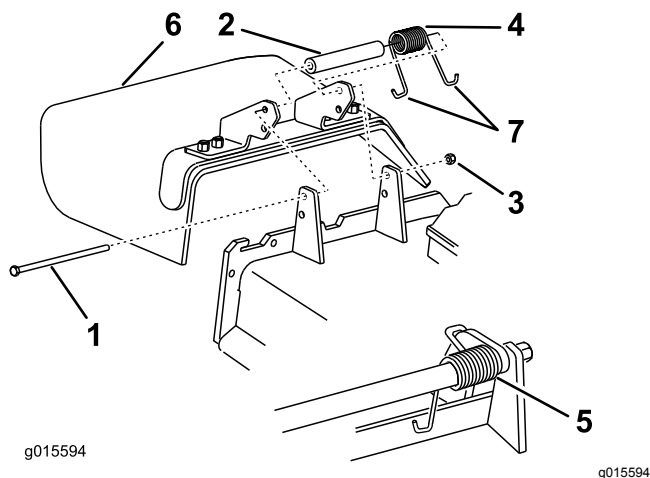

Figura 6
4. Retire la contratuerca, el perno, el muelle y el espaciador que sujetan el deflector a los soportes de pivote (**Figura 6**).
5. Retire el deflector de hierba (**Figura 6**).